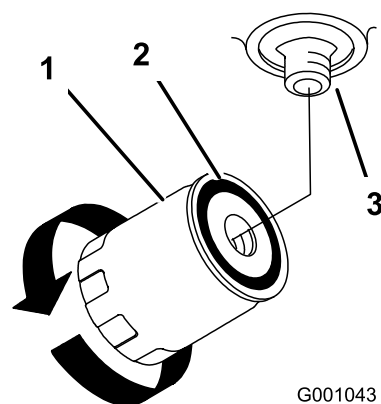

Figura 101
7. Aplique uma fina camada de fluido hidráulico na junta de borracha do filtro de substituição (Figura 101).
9. Encha o depósito hidráulico com fluido hidráulico até o fluido encher o filtro e depois rode o filtro do fluido no sentido dos ponteiros do relógio até a junta de borracha entrar em contacto com o adaptador do filtro; depois aperte o filtro mais 1/2 volta (Figura 101).